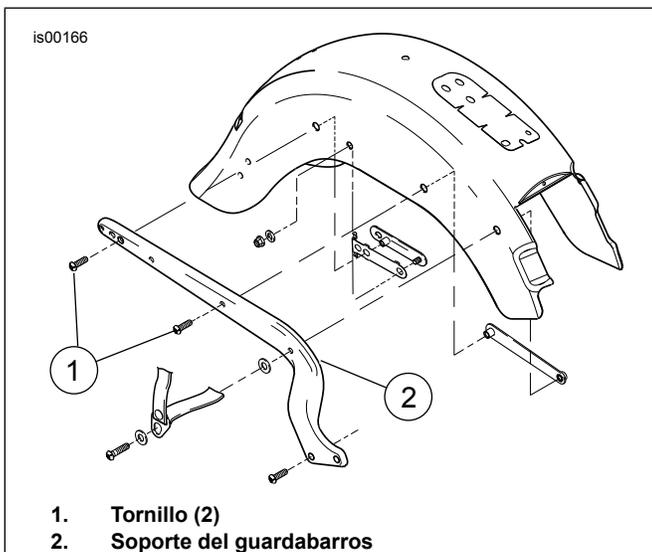
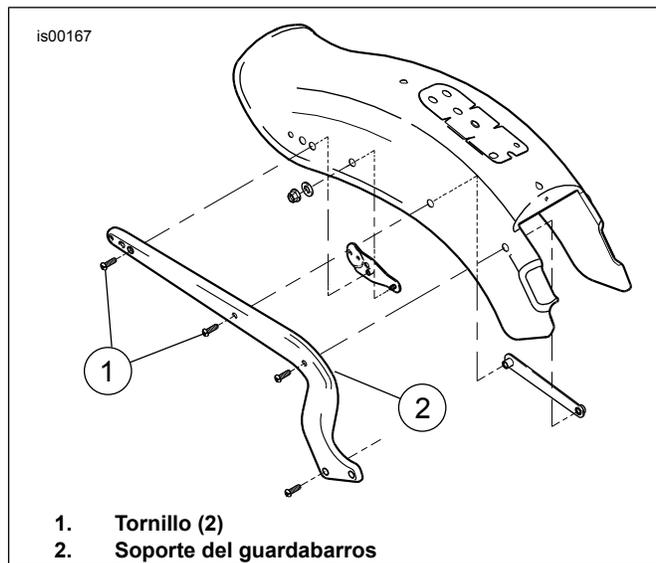

Figura 1. Extracción de los tornillos (FLST/C/F)
Figura 2. Extracción de los tornillos (FXST/S/B)
7. Vea Figura 1 o Figura 2 para su modelo de motocicleta. Quite y deseche los tornillos de fábrica del soporte del guardabarros.